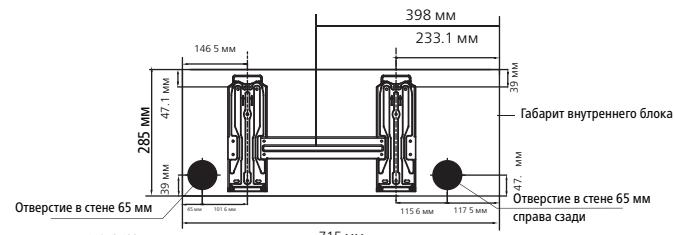

**Рис. 3.2**
2. С помощью трубчатого сверла просверлите в стене отверстие диаметром 65 мм. Отверстие следует просверлить с небольшим наклоном вниз, чтобы наружный край отверстия был ниже внутреннего края приблизительно на 5–7 мм. Это обеспечит свободный слив конденсата (см. рис. 3.2).